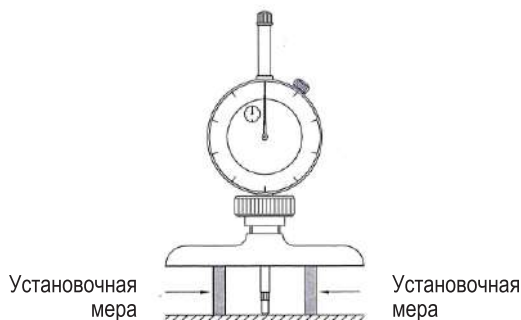

Рис. 2
- Проведите калибровку с помощью калибровочного инструмента или двух установочных мер одинакового размера (рис. 2), чтобы стрелка указывала на ноль путем регулировки вертикального положения индикатора или поворота ободка, измерьте его несколько раз, чтобы убедиться, что он правильно установлен на ноль.